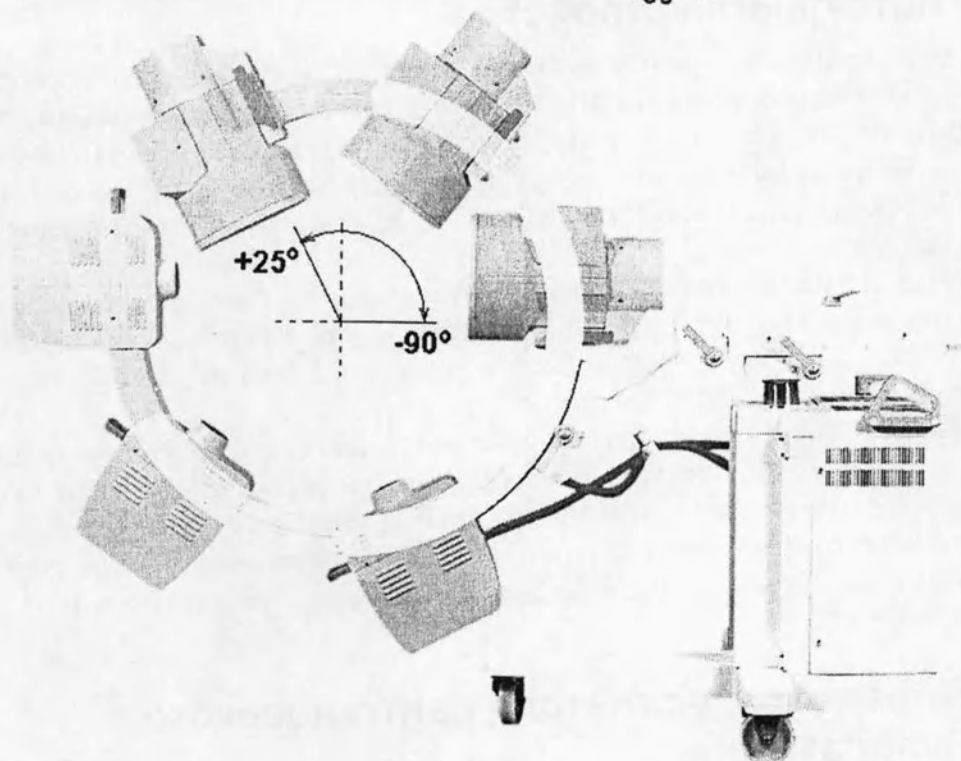

Рис. 1.19. Три положения дуги штатива при орбитальном повороте
- Угол орбитального поворота С-образной дуги – $+25^\circ$ / -90° (рис.1.19).